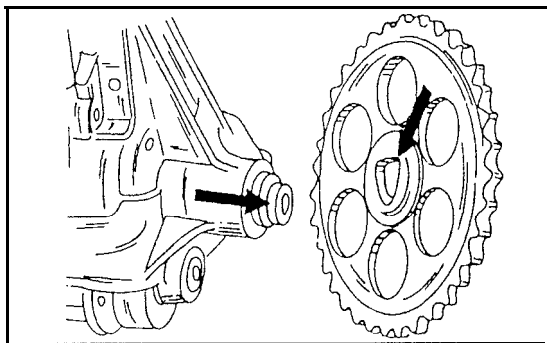

Bild 160
- Das Antriebsrad der Ölpumpe aufstecken. Das Pumpenrad ist in der Innenseite mit Passflächen versehen, welche mit den ebenbürtigen Flächen an der Pumpenwelle in Eingriff kommen müssen, wie es aus Bild 160 ersichtlich ist.